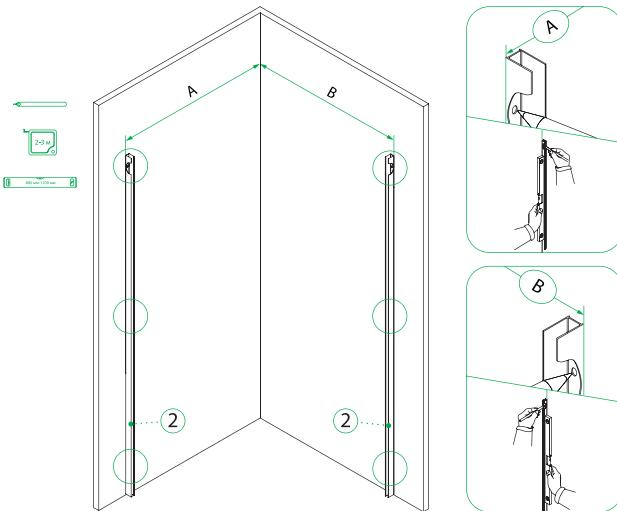

Рис. 5/5-сур.
- Приложите пристенные профили (2) к стене, выровняйте по уровню и произведите разметку отверстий для шурупов (рис. 5).